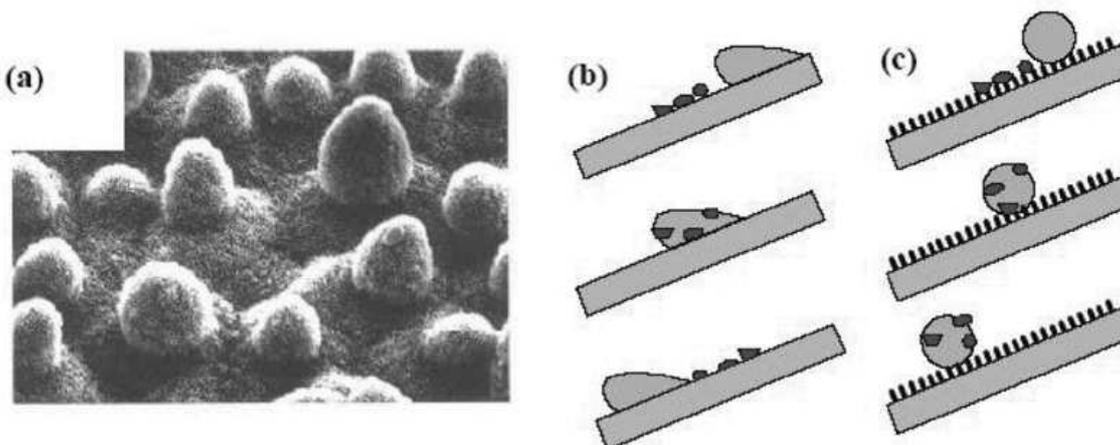

Рис.1
2. Листья лотоса обладают свойством «самостоятельного очищения», их поверхность отталкивает большую часть грязи и воды. Поверхность (а) листа лотоса (рис. 1) устроена таким образом, что капля воды катится по нему, собирая грязь (с). А на гладкой поверхности (b), наоборот, капля воды, сползая, оставляет грязь на месте.